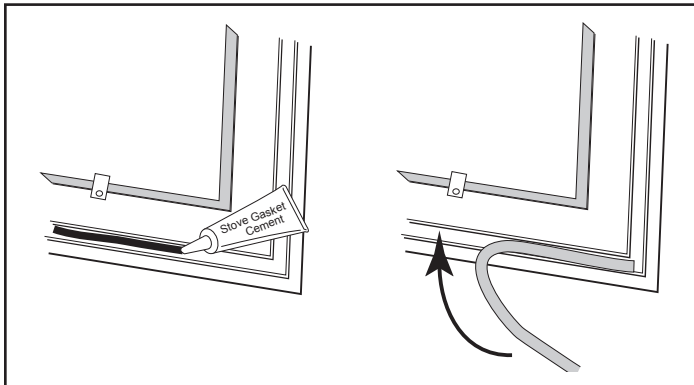

Figure 3.5 - Mettez un boudin de silicone pour joints ou du béton et après, veuillez pousser la joint pour la mettre en place.
- Mettez un boudin entier de silicone de 3 mm (1/8 po) ou du béton dans le canal que vous venez de faire. (Figure 3.5)
- Commencez à une extrémité et poussez sur la jointe pour la faire entrer dans le canal. (Figure 3.5) Assurez-vous qu'il y ait une bonne jonction où la joint a été mise avant de couper l'excès. Ne chevauchez pas les extrêmes de la jointe et ne laissez pas d'extrêmes avec les bords abîmés.